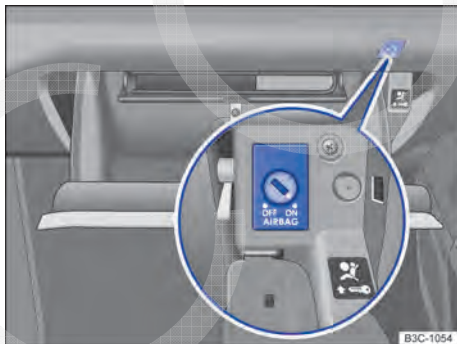

Fig. 75 No porta-luvas: interruptor acionado pela chave para desligar e ligar o airbag frontal do passageiro.
- Colocar a chave de emergência no interruptor acionado pela chave no porta-objetos ⇒ Fig. 75 até a segunda resistência. Então, a chave de emergência é inserida em aproximadamente 3/4 no interruptor acionado pela chave ⇒ ①.
- Colocar a chave de emergência no interruptor acionado pela chave no porta-objetos ⇒ Fig. 75 até a segunda resistência. Então, a chave de emergência é inserida em aproximadamente 3/4 no interruptor acionado pela chave ⇒ .